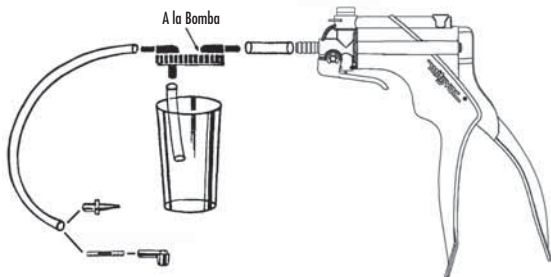

FIGURA 1: JUEGO DE PURGA DEL FRENO
3) Introduzca deslizando  $1\frac{1}{2}$ " de tubo entre la bomba y la tapa del vaso del depósito, en el orificio marcado "TO PUMP" (a la bomba) (FIGURA 1).